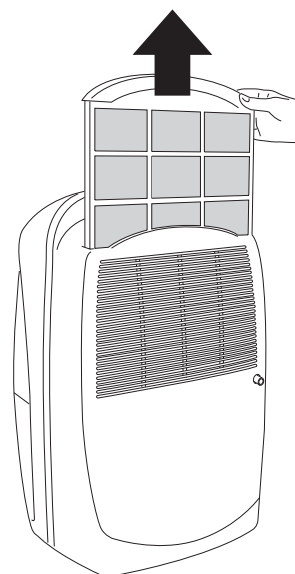

fig. 5
- Retire o filtro de ar puxando-o para fora (fig. 5).